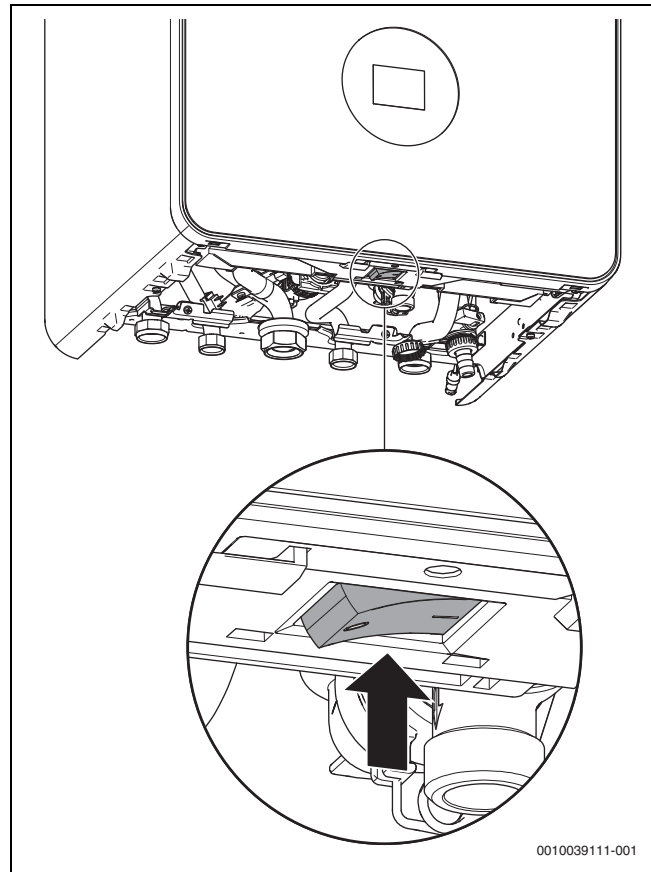

Bild 1 Schalter Ein/Aus
- ▶ Gerät am Schalter Ein/Aus (→ Bild 1) ausschalten.